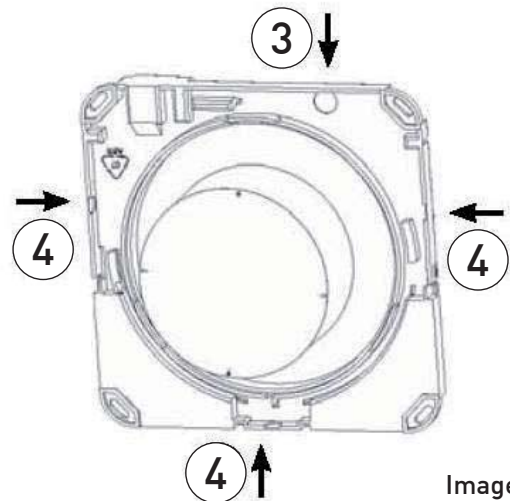

Imagen 9
2. Fracture el obturador previsto para la transferencia de conexiones (3), en caso de conexiones externas visibles, fracture las zonas previstas (4) tanto en el soporte del motor como en la cubierta (Imagen 9).